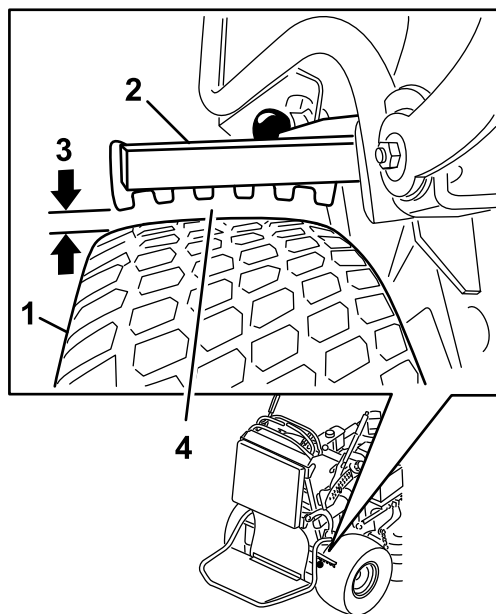

Figura 59
come mostrato in Figura 59); fate riferimento a Regolazione dei freni \(pagina 47\) se la distanza non è corretta.
5. Regolate la forcella (Figura 59).